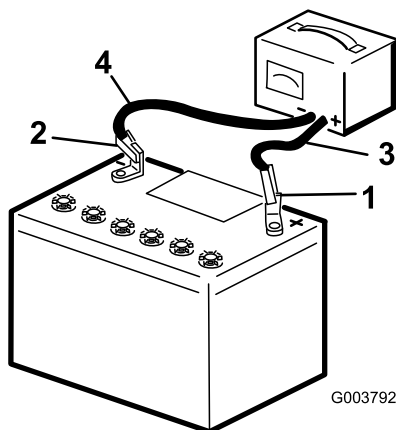

Figura 42
3. Caricate la batteria per 10 o 15 minuti a 25 – 30 A o 30 minuti a 4 – 6 A (Figura 42). Non sovraccaricate.
4. Quando la batteria è completamente carica, staccate il caricabatterie dalla presa elettrica e scollegate i cavi di ricarica dai poli della batteria (Figura 42).